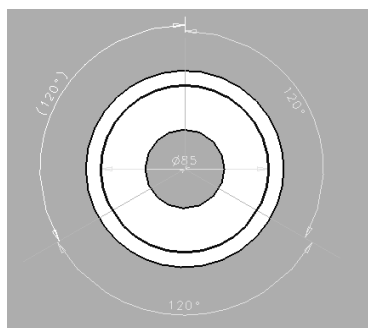

图 3-5 绘制圆形
7. 绘制圆形。单击图标面板按钮，以实体中心为圆心，绘制一个直径为 85 的圆形，效果如图 3-5 所示。